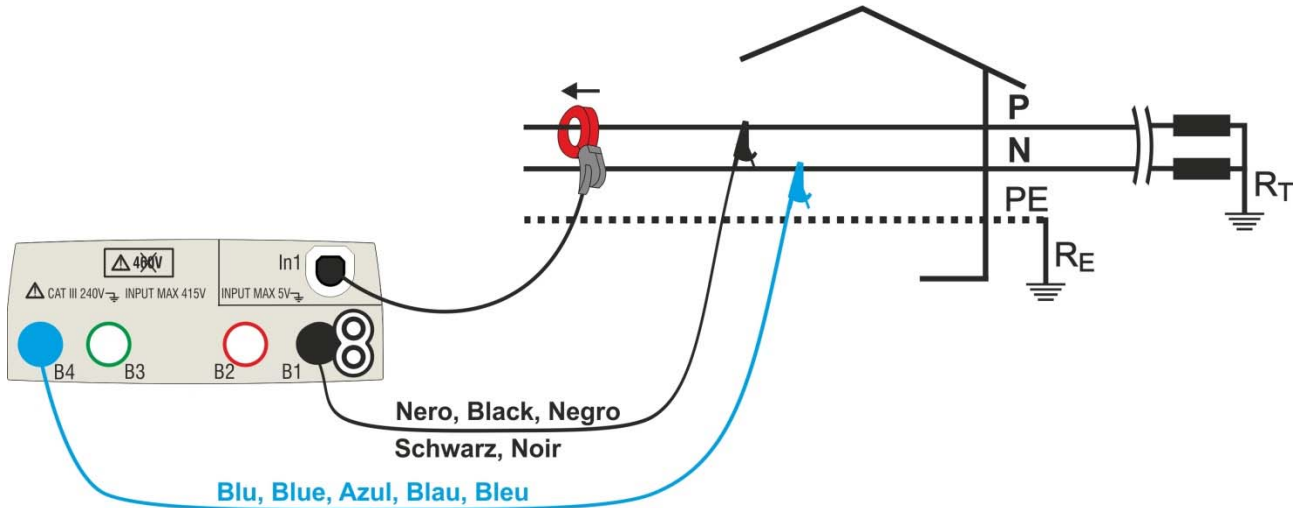

Abb. 32: Messung im 1-Phasen System
4. Stecken Sie den blauen und den schwarzen Stecker in die entsprechenden Eingangsbuchsen **B4**, **B1** des Instruments. Verbinden Sie das andere Ende der Kabel mit den entsprechenden Krokodilklemmen oder Prüfspitzen. (siehe Abbildung 33 und 34) Verbinden Sie das Kabel der Stromzange mit dem Eingang **In1** des Instruments und legen Sie die Stromzange um die zu messende Phase. Der Pfeil auf dem Stromwandler muss der Richtung folgen, in die der Strom fließt (in der Regel vom Generator zum Verbraucher) wie in Abb. 32 und 33 gezeigt